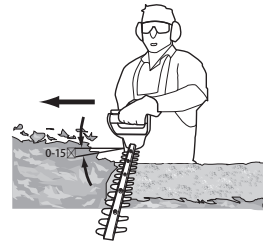

Fig. 7
7. Après avoir coupé les côtés, passez à la partie haute. Essayez de maintenir le dispositif de coupe à un angle d'environ 15° par rapport à la surface de coupe (Fig. 7).